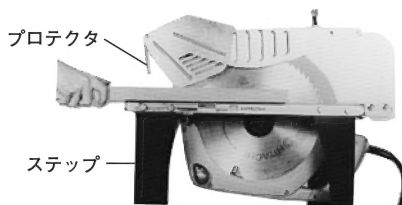

図 12
- 接触予防装置(保護カバー)の前にプロテクタ(図12)があります。のこ刃が回転しているときは、絶対に手などをプロテクタの中に入れてください。けがの原因になります。